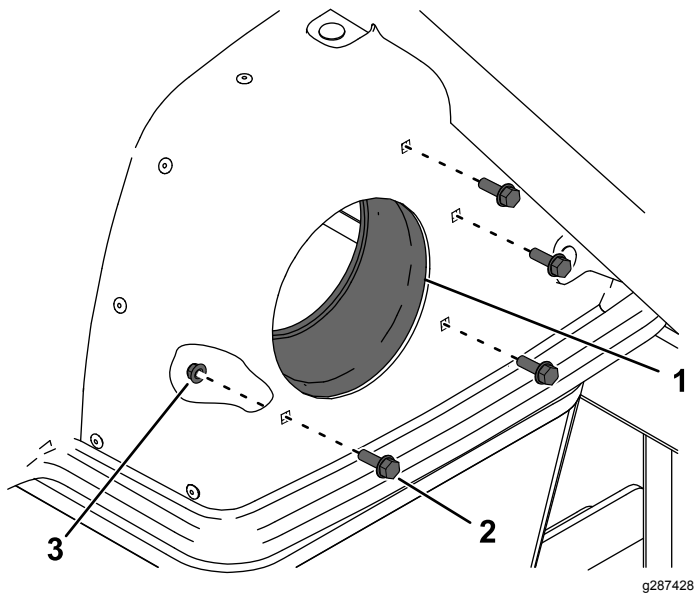

Figure 4
1. Bouton (4)
2. Collier de ventilateur (2)
4. Sur le capot, retirez les 4 boulons, les 4 écrous et l'adaptateur de capot existants (Figure 4).
6. Fixez le nouvel adaptateur dans les nouveaux trous de montage du capot avec les 4 boulons et les 4 écrous (voir Figure 4). Serrez les boulons à un couple de 10,2 à 12,4 N·m.